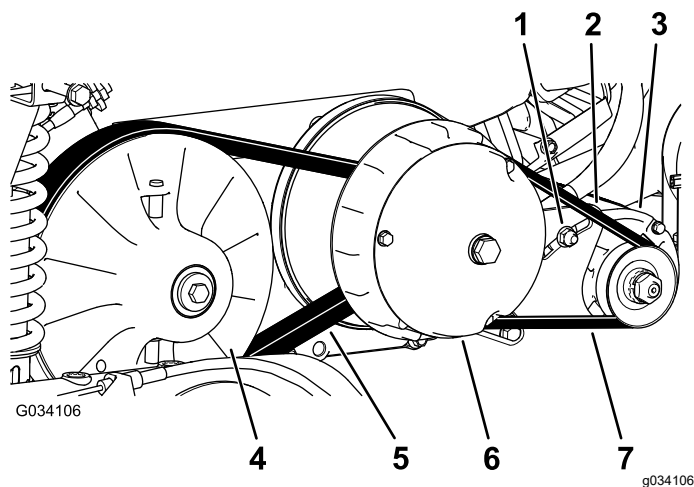

Figure 64
6. Faites tourner la courroie (Figure 64) pour vérifier qu'elle n'est pas excessivement usée ou endommagée.
3. Faites tourner la courroie et faites-la passer sur l'embrayage secondaire (Figure 64).
4. Enlevez la courroie de l'embrayage primaire (Figure 64).
5. Placez la courroie neuve sur l'embrayage principal (Figure 64).
6. Faites tourner la courroie et faites-la passer sur l'embrayage secondaire (Figure 64).
2. Desserrez l'écrou de pivot de l'alternateur (Figure 64).
4. Appuyez sur le levier pour faire pivoter le démarreur vers le bas dans la fente jusqu'à ce que la tension de la courroie produise une flèche de seulement 6 mm (¼ po) quand une force de 44 N·m (10 pi-lb) est appliquée (Figure 64).
5. Resserrez l'écrou de pivot à la main et enlevez le levier (Figure 64).